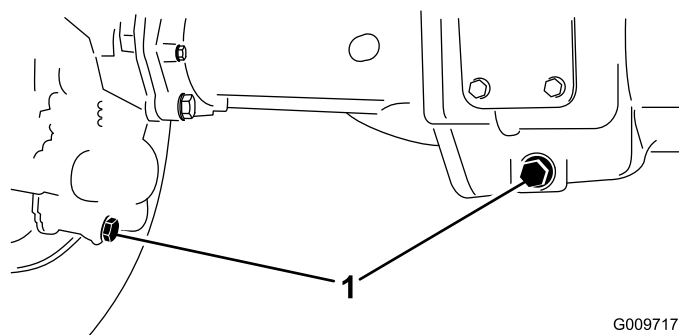

Рисунок 58
2. Очистите область вокруг трех сливных пробок, по одной на каждом конце и одной в центре (Рисунок 58).